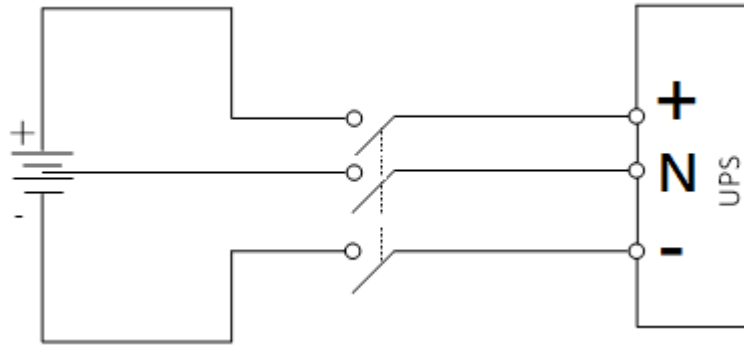

图 6-9 电池、BCB 和 UPS 的接线图（电池端三线连接，30 节 ~ 44 节电池）
2. 推荐使用直流断路器，断路器直流额定电压要满足分断电压不小于电池端总电压。电池、BCB 和 UPS 之间的连接参照图 6-9。